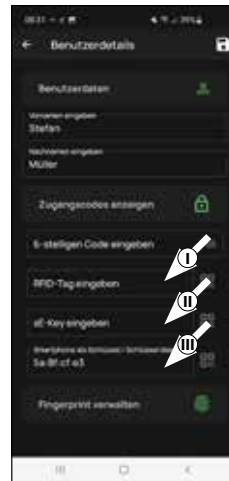

Abb. 4
An dieser Stelle können Sie einen Funkschlüssel *ENTRY sE-Key 7713* (optional erhältlich) einspeichern (II) (Abb. 4). Hinweise zur Einrichtung finden Sie in der Anleitung des Funkschlüssels.
! Hinweis: Dem Benutzerprofil des Administrators wurde automatisch die Schlossöffnung per Smartphone hinterlegt (III) (Abb. 4). Bei weiteren Benutzern können Sie in diesem Feld ein anderes Smartphone als elektronischen Schlüssel hinterlegen.